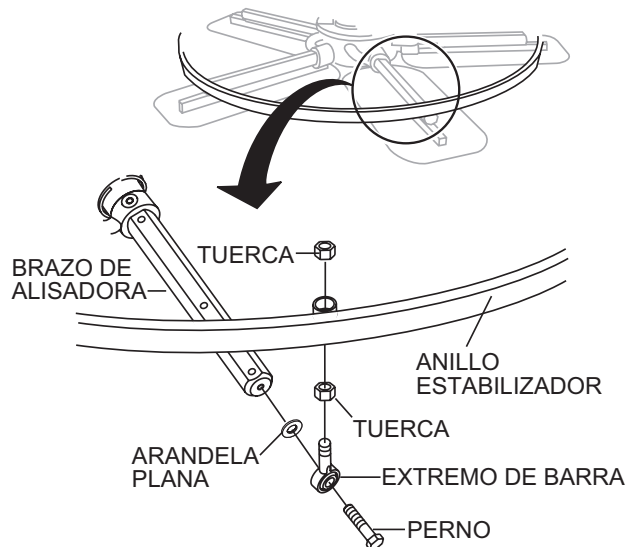

Figura 43. Anillo estabilizador
1. Quite la tornillería que fija el anillo estabilizador al brazo de la alisadora (Figura 43).